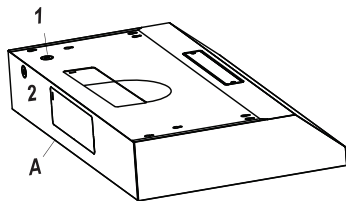
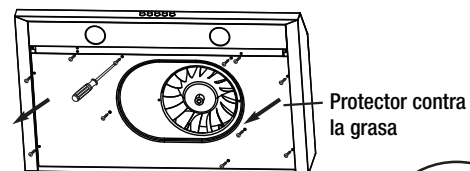

Fig. 10
Fig. 13
- Retire el panel protector contra la grasa de la campana extractora (consulte la Fig. 13) para acceder a los cables eléctricos.
- Use el cable de alimentación para conectar la campana de extracción (A) directamente a la caja de derivación o la caja de disyuntores. Use únicamente un cable flexible, reforzado o de cobre con cubierta no metálica. Nunca utilice un cable de extensión ni un enchufe adaptador.
- Conecte un conector conductor listado por UL o aprobado por CSA a cada extremo del cable de alimentación eléctrica (en la campana extractora y en la caja de derivación). Conecte los 2 cables de color de la campana de extracción (A) a los cables correspondientes de la fuente eléctrica: negro a negro (vivo), blanco a blanco (neutral) y el cable a tierra doméstico al tornillo verde a tierra. Utilice el orificio superior (1) o el posterior (2) de la campana de extracción, como se muestra en la Fig. 10, dependiendo de su tipo de instalación.
- Escoja el agujero eléctrico de montaje troquelado apropiado que va a retirar de acuerdo con su tipo de instalación. Utilice el orificio superior (1) si el suministro eléctrico está en la alacena, y el orificio posterior (2) si el suministro eléctrico está en la pared que se encuentra debajo de la alacena (consulte la Fig. 10).
- El amortiguador y el adaptador están ubicados dentro de la campana extractora. Para acceder a estas partes, retire el protector contra la grasa si aún no lo ha hecho (consulte la Fig. 13).
- Escoja instalar el regulador (D) ya sea en la posición superior (3A & B) para ventilación superior o posterior (5) para ventilación posterior. El adaptador (E) se usa solo para ventilación superior y se instala en las posiciones 3A y 4.
- Fije el regulador (D) o adaptador (E) sobre el agujero de montaje troquelado elegido. Asegúrese de que el pivote del regulador esté orientado en la parte superior de manera que el regulador permanezca cerrado cuando no esté en uso.
- Atornille el regulador (D) o el adaptador (E) en la campana extractora (A) con los tornillos de rosca cortos (BB).
- Selle el regulador (D) o el adaptador (E) a la campana de extracción (A) en los cuatro lados con cinta para ductos.